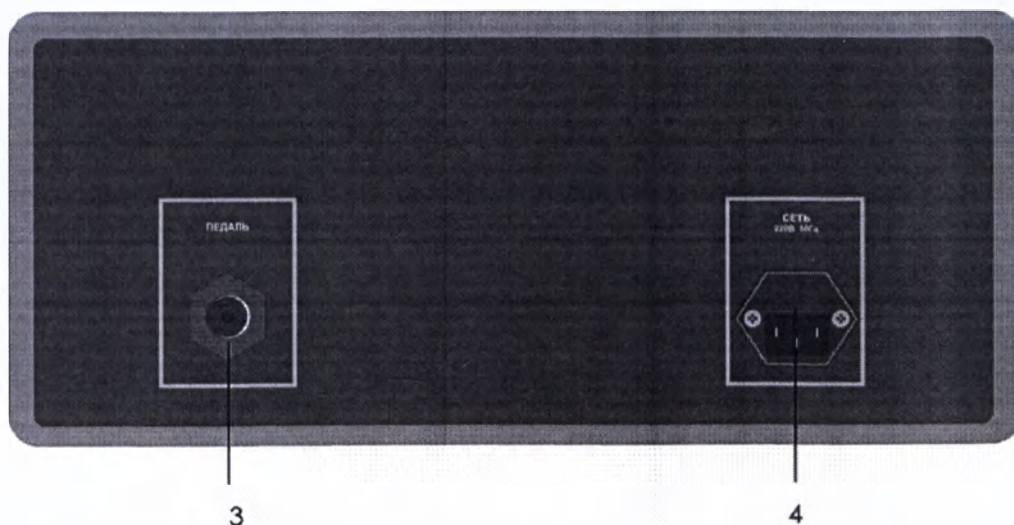

Рис. 2 Блок управления морцеллятора. Задняя панель
- 6 Подключите пневматическую педаль к соответствующему гнезду 3 (рис.2), расположенному на задней панели блока управления.
- 7 Подключите разъем шнура питания к гнезду 4 (рис. 2).